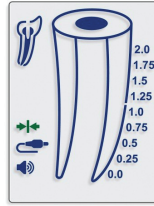

Fig. 3
5.3.2. L'icône de « connexion » doit apparaître à l'écran pour indiquer que le branchement est correct (Fig. 3).